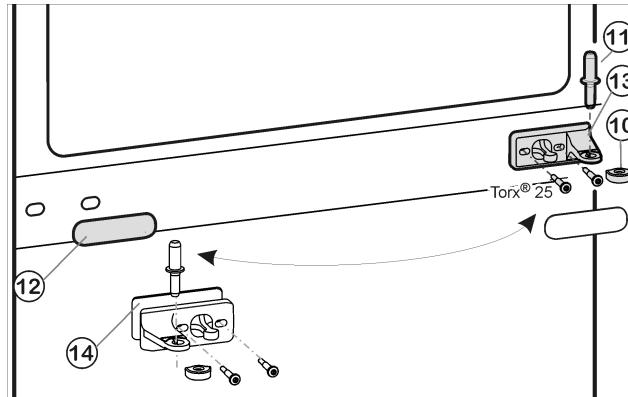
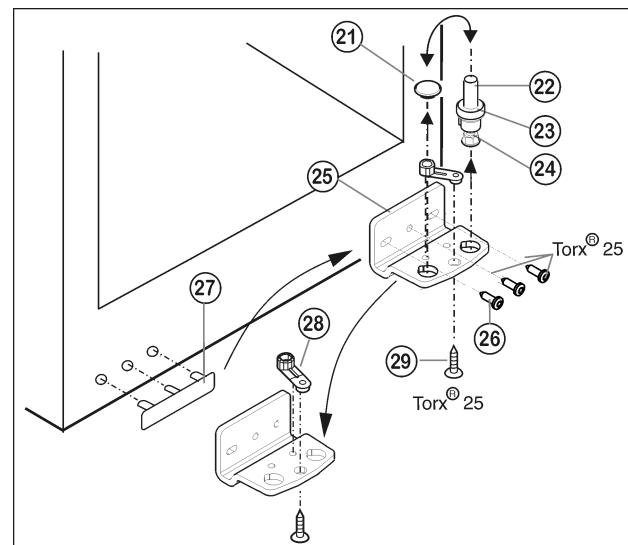

Fig. 5
Fig. 6
- Вытащите из опорного кронштейна и нижней дверцы средний опорный винт Fig. 5 (11).
- Снимите пластмассовый колпачок Fig. 5 (10).
- Открутите средний опорный кронштейн Fig. 5 (13) (2 шт. Torx® 25).
- Осторожно снимите накладку Fig. 5 (12).
- Прикрутите средний опорный кронштейн Fig. 5 (13) с подкладкой Fig. 5 (14) с поворотом на 180° на новую сторону шарнира (**с моментом 4 Нм**).
- Защелкните накладку Fig. 5 (12), повернув на 180 °, на стороне, где теперь будет ручка.
- Извлеките опорный винт Fig. 6 (22) в комплекте с шайбой Fig. 6 (23) и регулируемой опорой Fig. 6 (24), вытягивая его вверх.
- Снимите пробку Fig. 6 (21).
- Открутите Fig. 6 (26) опорный кронштейн Fig. 6 (25).
- Открутите Fig. 6 (29) опорную деталь Fig. 6 (28) и, перевставив в отверстие на противоположной стороне опорного кронштейна, снова прикрутите.
- Осторожно снимите и переставьте на противоположную сторону крышку со стороны ручки Fig. 6 (27).
- Снова прикрутите опорный кронштейн Fig. 6 (25) на новой стороне шарнира (**с моментом 4 Нм**). При необходимости используйте аккумуляторный шуруповерт.
- Переставьте пробку Fig. 6 (21) в свободное отверстие.
- Вновь установите опорный винт Fig. 6 (22) в комплекте с шайбой и регулируемой опорой. При этом фиксатор должен быть направлен назад.
- ▶ Установите нижнюю дверцу сверху на нижний опорный винт Fig. 6 (22).
- ▶ Снова наденьте пластмассовый колпачок Fig. 5 (10) на средний опорный кронштейн Fig. 5 (13).
- ▶ Вставьте средний опорный винт Fig. 5 (11) на новой стороне шарнира через средний опорный кронштейн Fig. 5 (13) в нижнюю дверцу.
- ▶ Установите верхнюю дверцу на средний опорный винт Fig. 5 (11).
- ▶ При необходимости выровняйте дверцы через два продольных паза в нижнем опорном кронштейне Fig. 6 (25) и среднем опорном кронштейне Fig. 5 (13) параллельно корпусу устройства. Для этого выкрутите средний винт на нижнем опорном кронштейне Fig. 6 (25).